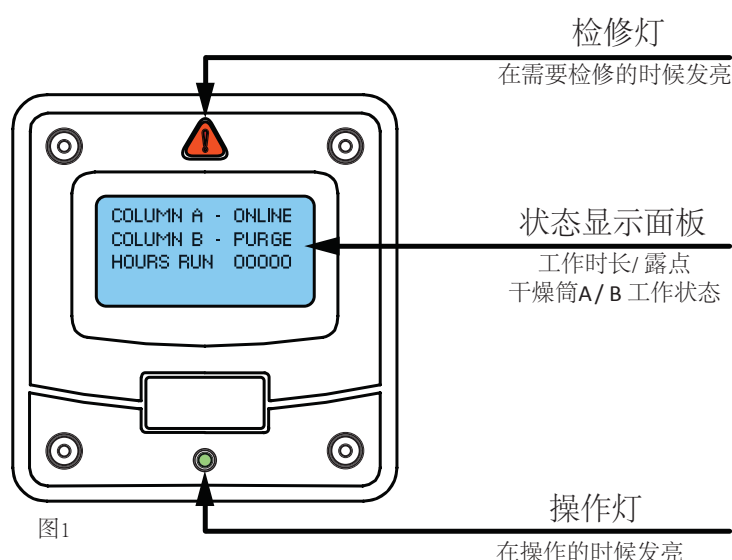

图1
- ES(节能)模式和露点报警都可调，可通过打开前面板，使用PLC控制器和调节按钮实现。(见图1)